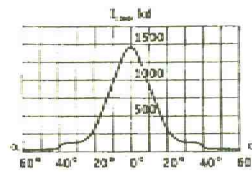

Рис.2
2.1. Распределение силы света пржекторов показано на рис.2.